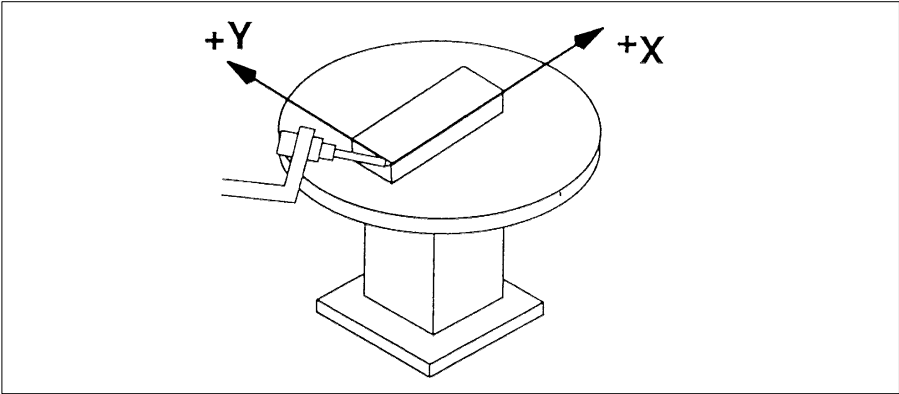

图 9.27.1(j) 原点的设定
- b 点动从动群组（机器人），使得其前端移动到主导群组上的基准点。请参照图 9.27.1(j)。